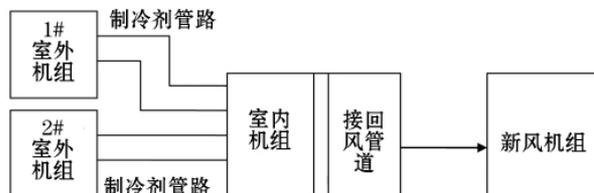

图 3
(3) 空气调节系统 (图 3) 由空调机组系统, 空调管路和电气控制系统组成, 由于空气调节系统